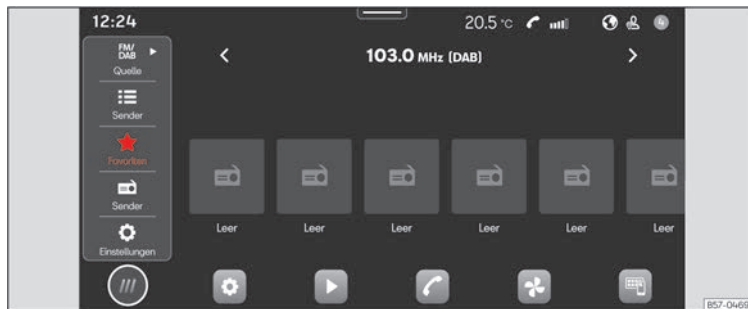

Abb. 162 Schematische Darstellung: Ansicht Radio.
- Drücken Sie **HOME** > > (Abb. 162).